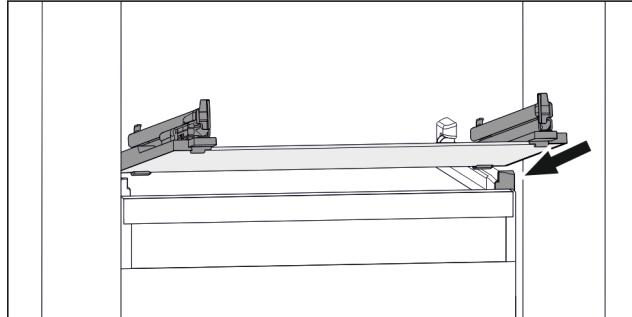

Fig. 177 玻璃隔板例图
- ▶ 将玻璃隔板斜放在止动器后面。 (参见 Fig. 177)